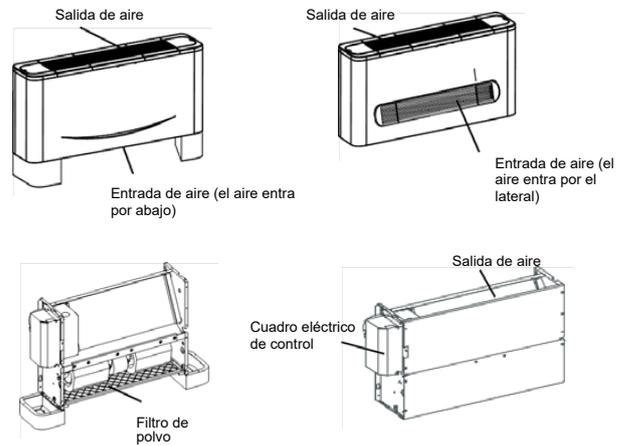

Figura 2.4
3. Basándose en la forma de la habitación, determine las direcciones de flujo de aire para el lugar de instalación. Vea la Figura 2.4 para el esquema de la dirección del flujo de aire.